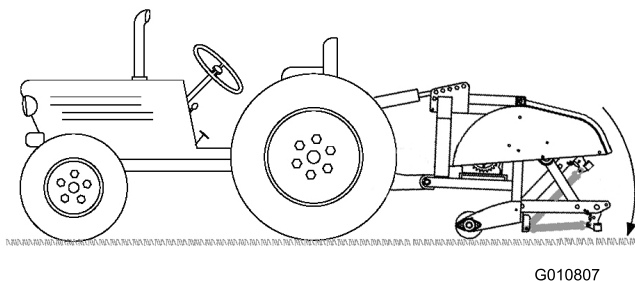

Figura 13
4. Baje el aireador al suelo y extienda completamente el cilindro del brazo hidráulico superior o el brazo de enganche superior (Figura 13).